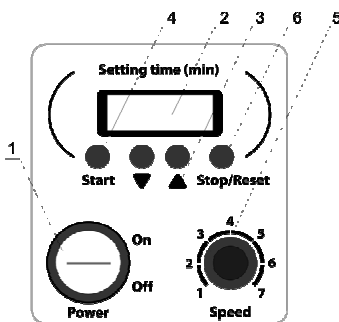

Fig.1 Pannello di controllo
- 4.3. Accendere l'interruttore di alimentazione **Power** portandolo in posizione **On** (Fig.1/1), si accenderà il timer (Fig.1/2).
- 4.4. Utilizzando i tasti ▼ e ▲ (Fig.1/3), impostare il tempo operativo, servendosi dell'indicazione del timer come guida. Il tempo impostato verrà visualizzato in ore e minuti (hh:mm).
- 4.5. Premere il tasto **Start** (Fig. 1/4). La piattaforma comincerà a effettuare il movimento di rotazione e il timer avvierà il conteggio dell'intervallo di tempo impostato. Gli intervalli di tempo inferiori a 1 ora vengono indicati in minuti e secondi (mm:ss), quelli superiori a 1 ora in ore e minuti (hh:mm).
- 4.6. Impostare la velocità di rotazione desiderata (seguendo le metodologie indicate), utilizzando la manopola **Speed** (Fig. 1/5).
- 4.9. Se necessario, è possibile interrompere il mini-rotatore prima che il tempo impostato sia trascorso completamente, premendo il tasto **Stop/Reset** (Fig. 1/6). Per i primi 20 secondi l'indicatore mostrerà la durata del funzionamento del rotatore, poi indicherà l'intervallo di tempo impostato.